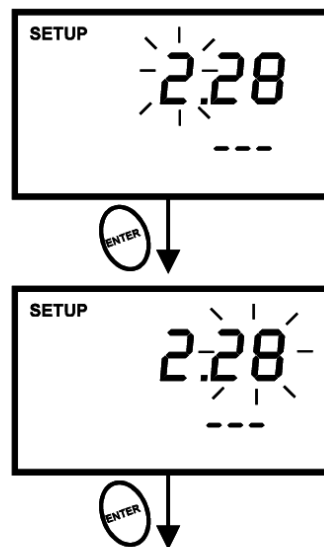

图 35 - P5.0: 设置月份和日期
9. 按 **ENTER** 键确认月份的选择，随后进入到“日期”的选择。“日期”字样会闪动。参见下一页的图 35。
15. 按 ENTER 键确认分钟。随后进入到“秒钟”选择，参见图 35。